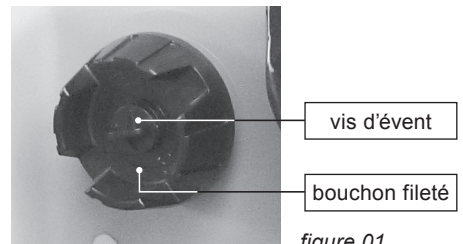

figure 01
8. Arrêtez la pompe. Fermez la vis d'évent du bouchon fileté (figure 01). Retirez l'adaptateur d'essai EW 22. La station de ravitaillement est alors prête à fonctionner.